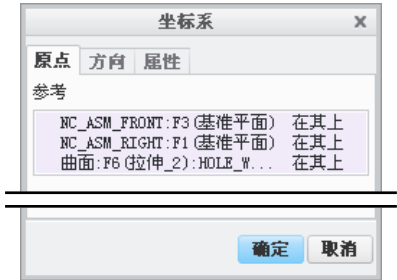
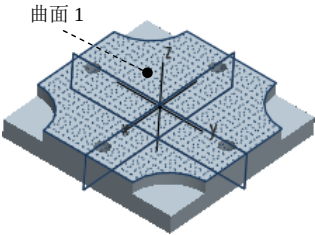

图 19.3.60 “坐标系”对话框
图 19.3.61 坐标系的建立
Step5. 机床坐标系设置。在“设置：操作”操控板单击 基准按钮，在弹出的菜单中选择 命令，系统弹出图 19.3.60 所示的“坐标系”对话框。按住 Ctrl 键依次选择 NC_ASM_FRONT、NC_ASM_RIGHT 基准面和图 19.3.61 所示的模型表面作为创建坐标系的三个参照平面，单击 **确定** 按钮完成坐标系的创建，返回到“设置：操作”操控板。单击 按钮，此时系统自动选择了新创建的坐标系 ACS0 作为加工坐标系。